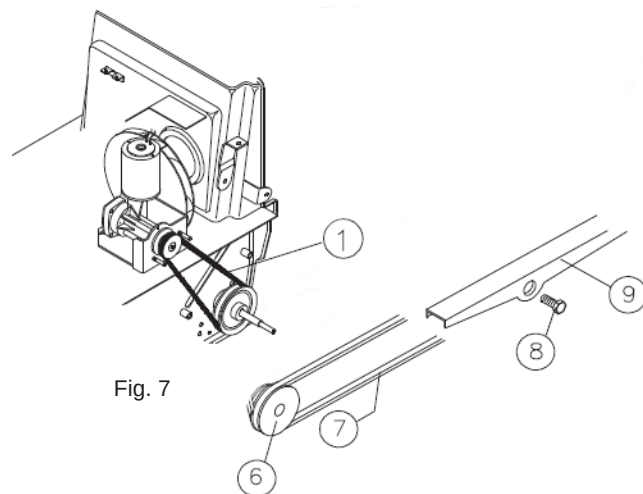

Fig. 7
- Scoateți centura poz. 7 Fig. 7 pe roata poz. 6 Fig. 7.
- Deșurbați știftul de fixare poz. 8 Fig. 7 și eliberați cârligele de pe brațul lateral poz. 9 Fig. 7 din inelul dințat în gol.
- Scoateți centura poz. 7 din brațul lateral poz. 9 Fig. 7.
- Reașezați brațul lateral poz. 9 Fig. 7 la inelul dințat în gol.
- Strângeți din nou știftul poz. 8 Fig. 7.
- Repoziționați centura poz. 7 Fig. 7 pe roata poz. 6 Fig. 7.
- Scoateți centura poz. 1 Fig. 7.